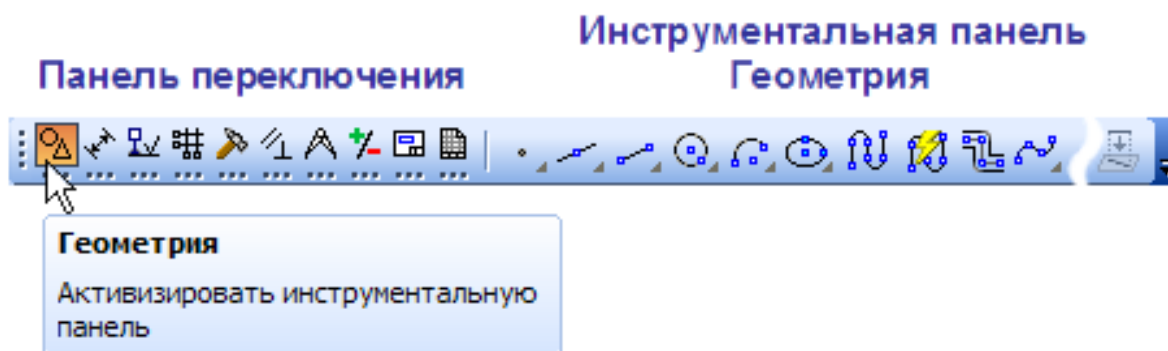

Рисунок 4.7 – Компактная панель
**Компактная панель** находится в левой части окна системы и состоит из Панели переключения и Инструментальных панелей. Каждой кнопке на Панели переключения соответствует одноименная Инструментальная панель. Инструментальные панели содержат наборы кнопок, сгруппированных по функциональному признаку. Состав Компактной панели зависит от типа активного документа, (рисунок 4.7).